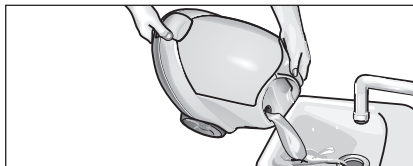

Fig.13: Pulizia della caldaia
- Riempire la caldaia con acqua e scuoterla energicamente (in modo tale che si stacchi-no i residui di calcare che si sono depositati sul fondo della caldaia). Infine vuotare l'acqua, capovolgendo l'apparecchio verso l'angolo con l'imbuto di riempimento (si veda fig. 13).
- Vuotare completamente dalla caldaia l'acqua residua (Fig. 13).